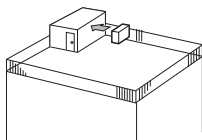

Fig. 2-3
- (1) Posizionare la bocca di uscita dell'aria verso la parete più vicina, mantenendola a 35 cm di distanza dalla parete. (Fig. 2-3)